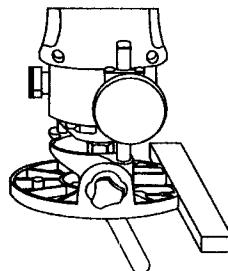

Fig. 19
1. Dibuje la línea en el sitio de la pieza en donde desea hacer el corte (ver la fig. 19).